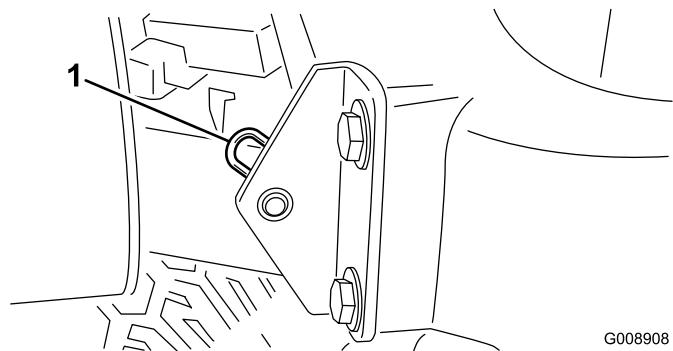

図 35
- フードのピボット部をブラケットに固定しているヘアピンコッターを抜き取る図 35。